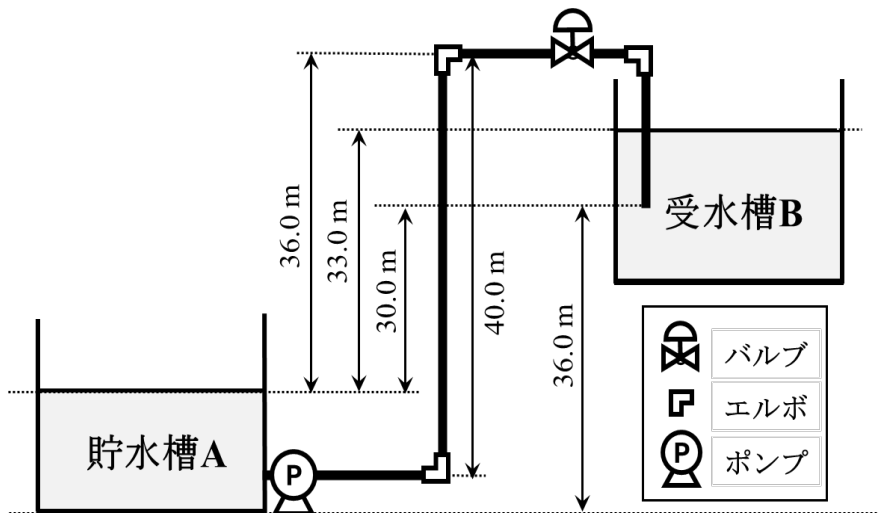

図 1
図 1 に示すように、水 (密度  $\rho$ , 粘度  $\mu$ ) をポンプで昇圧し、貯水槽 A から受水槽 B へ内径  $D$  の直管を通して体積流量  $Q$  で輸送している。貯水槽 A と受水槽 B, 配管, ポンプ, バルブ等の各装置の高さ方向の配置は図に示すとおりで、直管, エルボ (継手), ポンプ, バルブ内は常に水が満たされている。また、貯水槽 A と受水槽 B の水面に働く圧力は同一で、水の輸送による水面高さの変化は無視できるものとする。
- 4) 図 1 の管路の摩擦損失の総和  $F_{\text{total}}$  [ $\text{J}\cdot\text{kg}^{-1}$ ] は、直管部の摩擦損失  $F_1$ , エルボ (継手) 3 個の摩擦損失  $F_2$ , バルブの摩擦損失  $F_3$  の和で求められる。各摩擦損失は、管長  $L$ , または相当長さ  $L_e$  を用いて Fanning の式
5) 図 1 において、輸送に必要な仕事  $W_0$  の位置エネルギー差  $g\Delta Z_{AB}$  における高さ  $\Delta Z_{AB}$  は  m であり、問 4) の結果を合わせると、輸送に必要なポンプ仕事  $W_0$  は  [J·kg-1] となる。